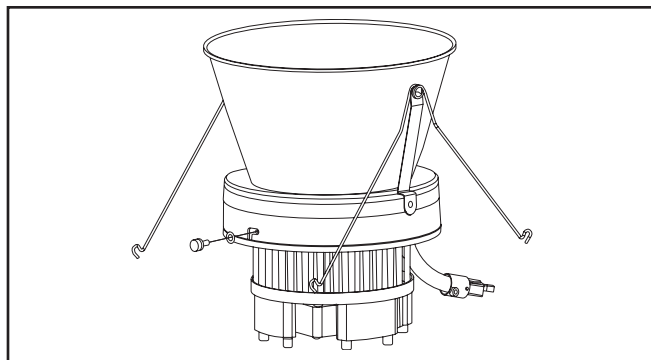

Figura 3.
3. Inserte el motor de la luminaria LED en la moldura inferior. Alinee las ranuras de la moldura con los orificios para los tornillos del motor (Figura 3.).